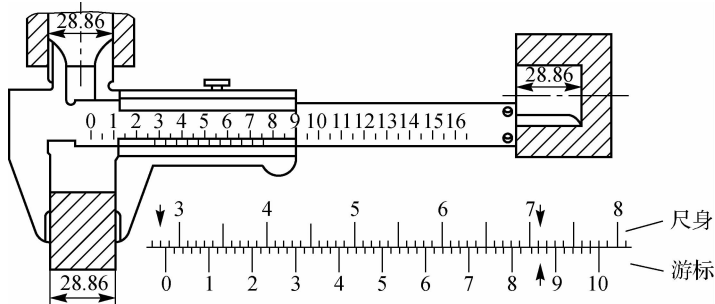

图 1-9 游标卡尺的读数
(1) 读整数。游标零线左边尺身的第一条刻线是工件尺寸的整数部分读数,图 1-9 中游标卡尺整数部分读数为 28 mm。
(2) 读小数。在游标上找出与尺身刻线对齐的那条刻线,在对齐处从游标上读出小数部分读数,图 1-9 中游标卡尺小数部分的读数为 0.86 mm。
(3) 将上述两个数值相加,即为游标卡尺测量的工件尺寸。图 1-9 所示工件的尺寸为  $28+0.86=28.86$  mm。